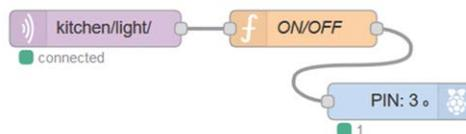

Figure 18.20 Programme de flux du projet
Programme de flux Node-RED : La figure 18.20 montre le programme de flux pour le Raspberry Pi qui se compose de seulement 3 nœuds **mqtt en** noeud, un **fonction** nœud et un **rpi gpio out**noeud.
- Connecter tous les nœuds comme dans la figure 18.20 et cliquer **Déployer**.